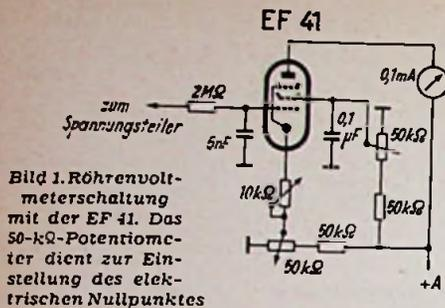
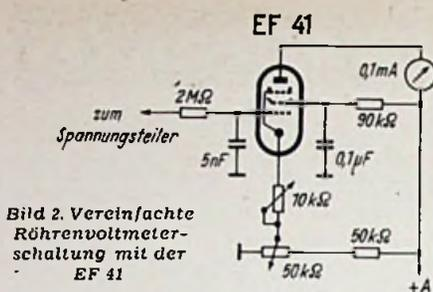

Bild 1. Röhrevoltmeterschaltung mit der EF 41. Das 50-kΩ-Potentiometer dient zur Einstellung des elektrischen Nullpunktes
Bild 2. Vereinfachte Röhrevoltmeterschaltung mit der EF 41
Verwendet man die Röhre EF 41, so bestehen zwei Schaltungsmöglichkeiten. Der in Bild 1 gezeigte Vorschlag hat den Vorzug einfacherer Einstellung, allerdings wird die Skalenteilung nicht ganz linear. Die Röhrenvoltmeter-Einstellung nach Bild 2 ist zwar kritischer, doch ergibt sich eine lineare Skalenteilung. Benutzt man ein Meßinstrument mit 0,1 mA Endaus-
H. G. McEntee beschreibt Sender und Empfänger einer Modellsteuerung, die beiderseits mit Rahmenantennen auf 150 kHz arbeitet und daher in den USA ohne besondere Lizenz betrieben werden darf. Dafür beträgt der Aktionsradius nur etwa 20 m, wenn keine größeren Antennen verwendet werden. Die Schaltung des Senders, dessen Rahmenantenne waagrecht auf einem Kamerastativ montiert werden kann, zeigt Bild 1, während in Bild 2 das Schaltbild des Empfängers, eines einfachen Supers, wiedergegeben ist. Der Empfänger benötigt keinen größeren Raum als 15x5,5x8 cm und kann deshalb zusammen mit Miniaturbatterien bequem z. B. in Modellschiffen untergebracht werden. Praktische Verwendung findet die Anordnung u. a. zur Fernbedienung von motorgesteuerten Garagentoren und elektrischen Geräten aller Art. hgm
Rechts: Bild 1. Schaltung des Senders für die drahtlose Fernsteuerung
Unten: Bild 2. Schaltbild des Superhetempfängers. Sender und Empfänger machen je von einer Rahmenantenne Gebrauch